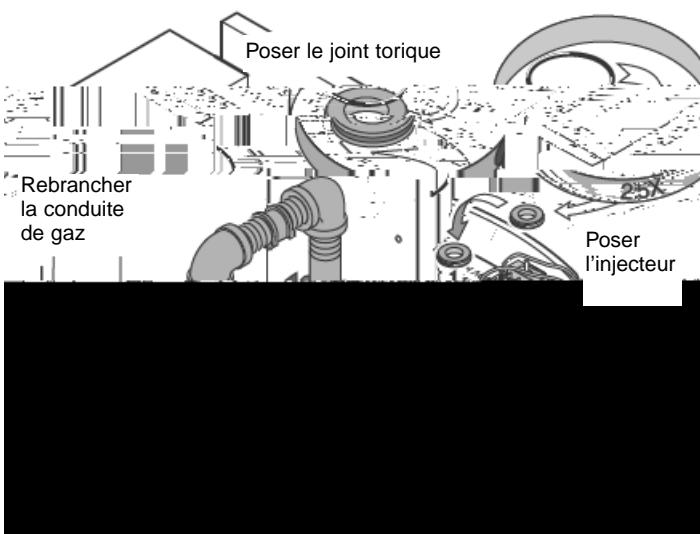

Figure 2 : Poser l'injecteur. Rebrancher les raccords unions
6. Poser le joint torique dans l'injecteur de rechange. (Voir la Figure 2). S'assurer que les injecteurs livrés avec la trousse sont du bon calibre. (Voir les Liste des pieces).